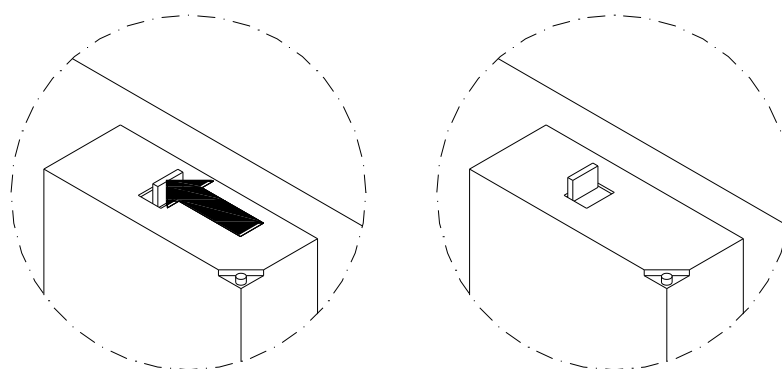

Figura 27 - Ripristino del Monitoraggio
- Ripristinare il relè del monitoraggio come mostrato in Figura 27